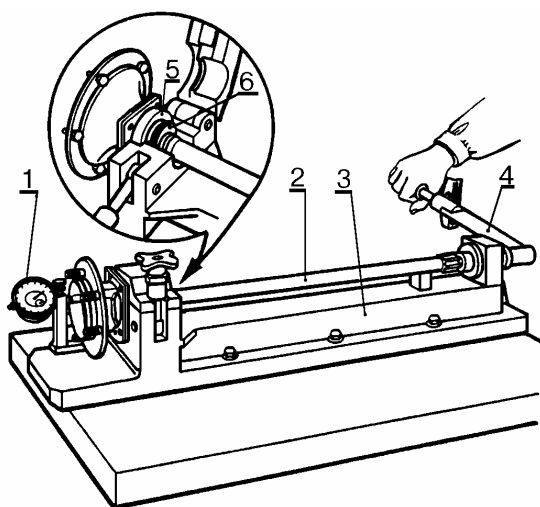

Рис.11. Проверка усилия, с которым выпрессовывается запорное кольцо подшипника полуоси:
7.1 Установить полуось 2 в сборе, рис.11, на приспособление 3, зажать запорное кольцо 6 в зажиме приспособления (приспособление А.95601/R).